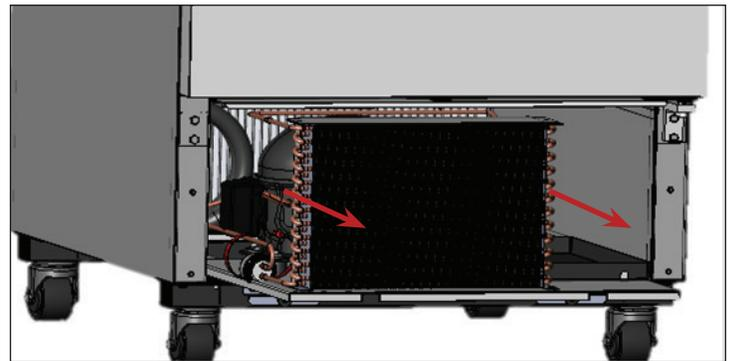

Fig. 6. Deslice con cuidado la unidad del condensador hacia afuera.
7. Deslice con cuidado la unidad del condensador hacia afuera (las conexiones de los conductos son flexibles). Consulte la fig. 6. Sople suavemente aire comprimido o CO₂ a través del serpentín hasta que esté limpio.